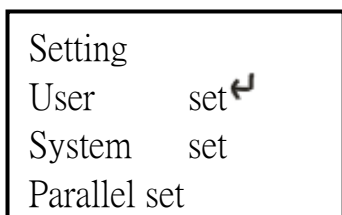
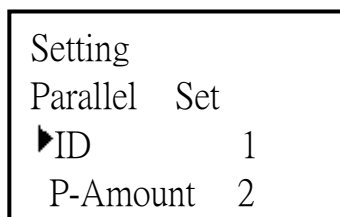

Рис. 4 Настройка меню
Рис. 5 Настройки параллельного соединения
4. Далее нажать кнопку «вперед» или «назад», выбрать «setting» (настройки) и для входа меню настроек нажать ENT (ВВОД) (см. Рис. 4). Для навигации в меню нажимать кнопку «вперед» или «назад», выбрать «parallel set» (настройки параллельного соединения) и нажать ENT для входа в соответствующее меню (см. Рис. 5).